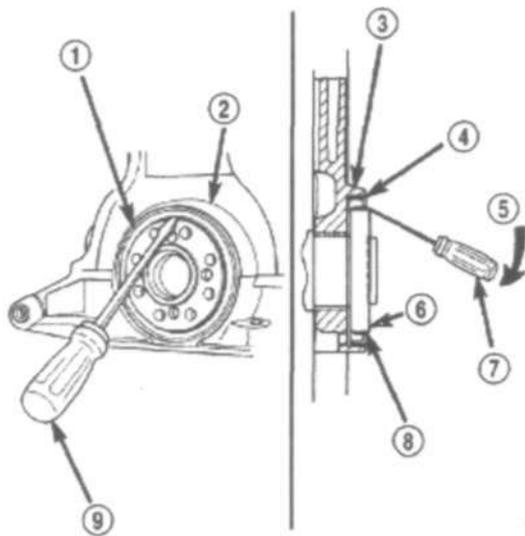

Рис. 57 Заднее масляное уплотнение коленчатого вала - Снятие
(1) Снять трансмиссию.
(2) Снять изгибающий диск.
(3) Вставить отвертку на 3/16 с плоским шлицем между защитной манжетой и металлическим корпусом уплотнения коленвала. Расположить отвертку под углом (Рис.57) в манжете с опорой на металлический корпус. Поднять уплотнение.